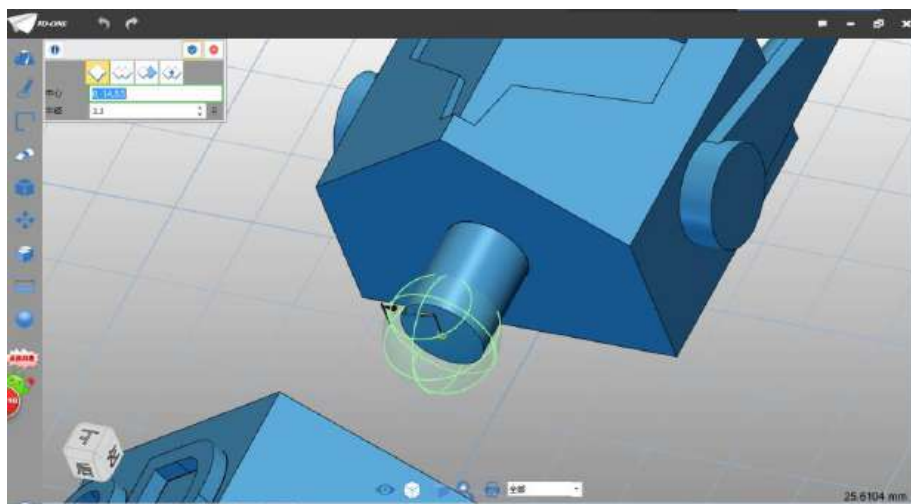

图 2-34
Step 34 点击确定，完成拉伸。选择球体命令，中心选择上一步拉伸圆柱体端面圆心，半径设为 3.3，布尔运算设为加运算，如下图 2-34 所示：